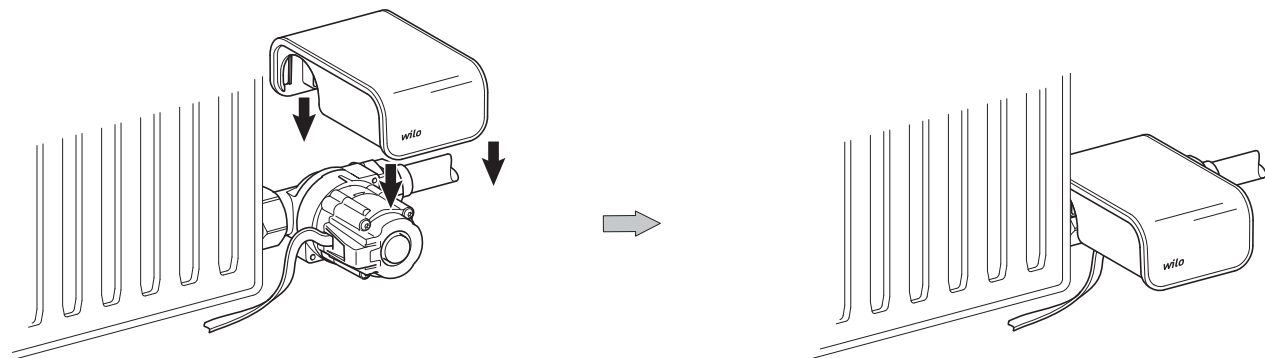

Fig. 17-2: Geniux Design Cover M für Pumpe/Adapter Set Radiator (Rücklaufadapter)
- Das Geniux Design Cover M für Pumpe/Adapter Set Radiator gemäß Fig. 17-2 auf den Rücklaufadapter aufstecken.